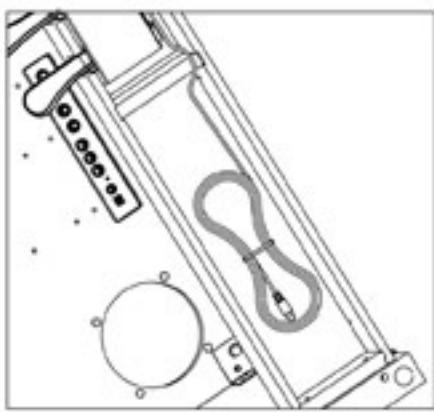

Fig. 3
- 2)** Entfernen Sie den Schutz aus Nylon und Foam an den Holzteilen und lösen Sie das Pedalkabel unter dem Querträger wie Abb. 3.